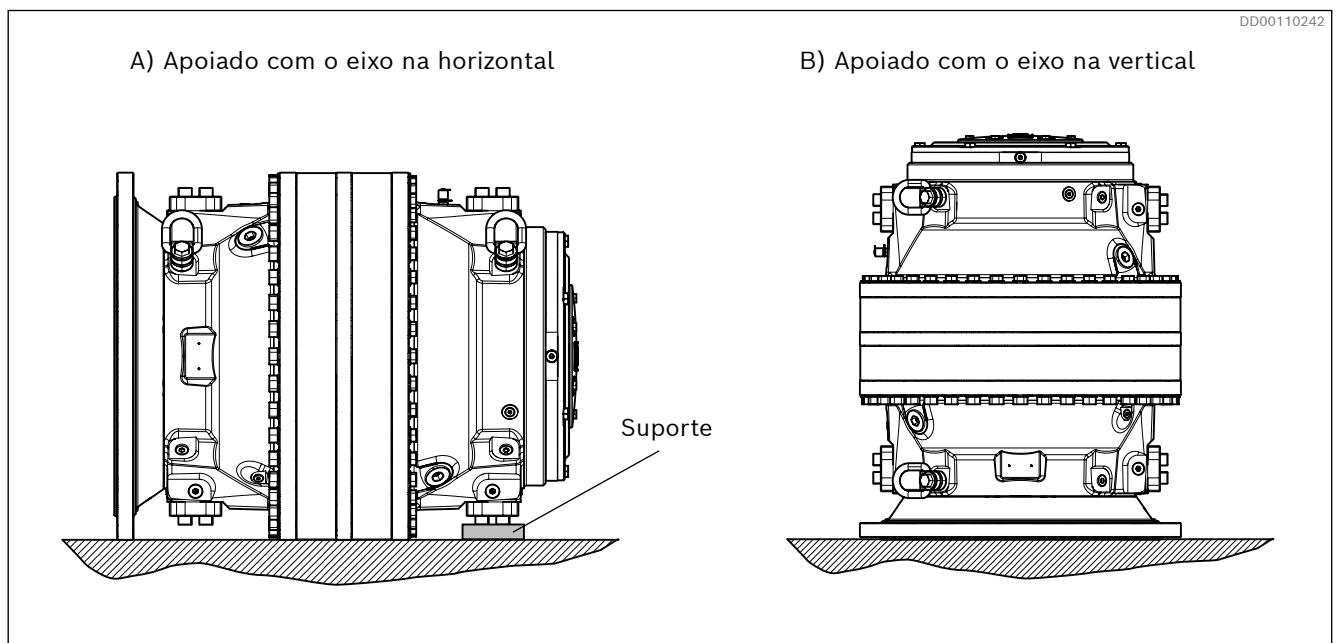

Fig. 11: Exemplo, motor CBp apoiado em uma superfície plana
- ▶ Também é aconselhável providenciar apoios na superfície de montagem do motor, consulte Fig. 11.
Quando o motor é colocado em uma superfície plana, no chão, por exemplo, deve ficar apoiado sobre o seu diâmetro exterior ou sobre a face devidamente protegida do eixo oco. Também é recomendável fornecer os apoios mostrados na Fig. 11.
- 1. Coloque o motor conforme mostrado na Fig. 11, B) Apoiado com o eixo na vertical.
- 5. Coloque o motor conforme mostrado na Fig. 11, A) Apoiado com o eixo na horizontal ou alt. B) Apoiado com o eixo na vertical.